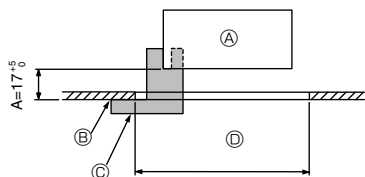
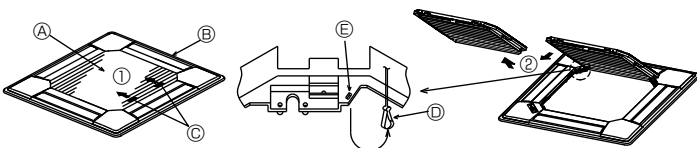
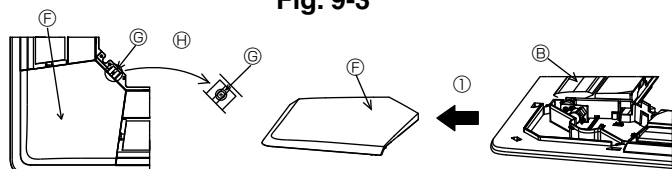

Fig. 9-2
Fig. 9-3
Fig. 9-4
①	Rooster	1	950 × 950 (mm)
②	Schroef met vaste ring	4	M5 × 0,8 × 25
③	Meetplaatje	1	(In vier delen verdeeld)
④	Band	3
⑤	Schroef	4	4 × 8
⑥	Schroef	1	4 × 12
⑦	Draadloze afstandsbediening	1	voor PLP-6BALM, PLP-6BALME
⑧	Afstandsbediening met draad	1	voor PLP-6BAMD, PLP-6BAMDE
⑨	i-see sensor hoekpaneel	1	voor PLP-6BAE, PLP-6BAMDE, PLP-6BALME
9.2. Voorbereidingen om het rooster vast te maken (Fig. 9-2)
- Gebruik het meetplaatje ③ dat bij deze kit wordt meegeleverd om de positie van het apparaat ten opzichte van het plafond in te stellen en te controleren. Als het apparaat ten opzichte van het plafond niet juist wordt geïnstalleerd, kan er door luchtlekkage vochtcondensatie optreden.
- Ⓒ Meetplaatje ③ (in het apparaat gestoken)
9.2.1. Verwijderen van de gril van de inlaatopening (Fig. 9-3)
- Schuif de hendels in de richting die wordt aangegeven door de pijl ① om de gril van de inlaatopening te openen.
- Verwijder nu het scharnier van de gril van de inlaatopening zoals aangegeven door de pijl ②, terwijl de gril in de geopende positie staat.
9.2.2. Verwijderen van het hoekpaneel (Fig. 9-4)
- Verwijder de schroef uit de hoek van het hoekpaneel. Schuif het hoekpaneel in de richting aangegeven door de pijl ① om het paneel te verwijderen.
[Fig.9-3] [Fig.9-4]